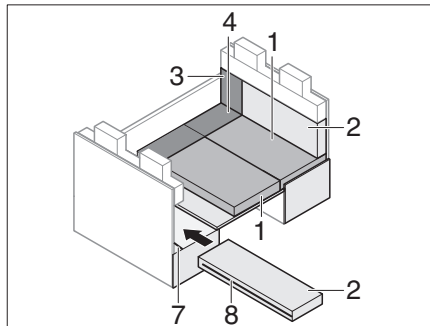

Bild 210 Wahrend des Umbaus
- Reißverschluss (Bild 210,8) am Ruckenpolster offnen.
- Schlitz im Ruckenpolster uber ISOFIX-Traverse (Bild 210,7) stecken.